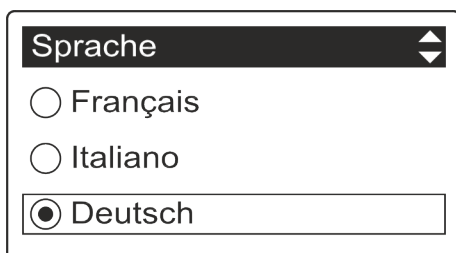

Abb. 16: Sprache einstellen
1. ➔ ▲ oder ▼ betätigen, um die gewünschte Sprache auszuwählen (Abb. 16).